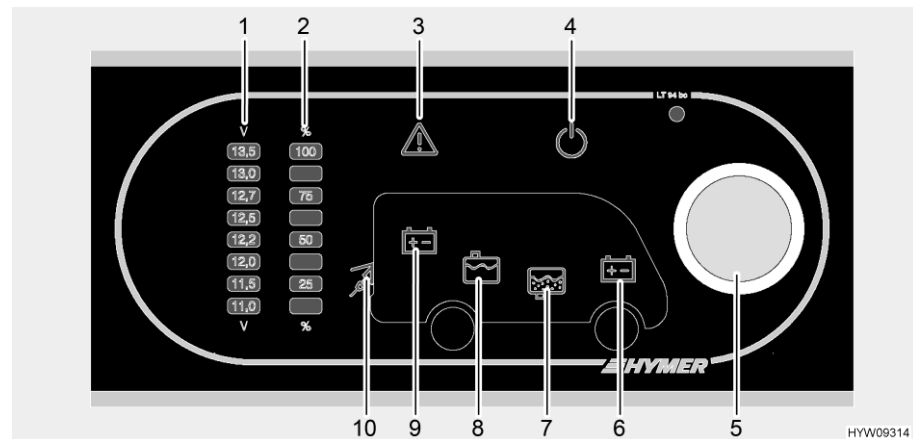

Bild 132 Panel (LT 94)
Der Drehtaster (Bild 132,5) schaltet das Panel und die 12-V-Versorgung des Wohnraums ein und aus.
Einschalten: ■ Den Drehtaster (Bild 132,5) drücken: Die 12-V-Versorgung des Wohnraums ist eingeschaltet. Die 12-V-Kontroll-Leuchte (Bild 132,4) leuchtet.
Ausschalten: ■ Den Drehtaster (Bild 132,5) drücken: Die 12-V-Versorgung des Wohnraums ist ausgeschaltet. Die 12-V-Kontroll-Leuchte (Bild 132,4) erlischt.
Über den Drehtaster (Bild 132,5) lässt sich sowohl die Spannung der Wohnraumbatterie als auch die Spannung der Starterbatterie abfragen. Die Spannung wird an der Anzeigeskala für Batteriespannung (Bild 132,1) angezeigt.
Anzeigen: ■ Drehtaster (Bild 132,5) drehen, bis das Symbol der Batterie leuchtet, deren Spannung abgefragt werden soll.
Spannung der Wohnraumbatterie wird angezeigt (Bild 132,9)
Spannung der Starterbatterie wird angezeigt (Bild 132,6)
- Spannung an der Anzeigeskala Batteriespannung (Bild 132,1) ablesen.
Über den Drehtaster (Bild 132,5) lässt sich sowohl der Füllstand des Wassertanks als auch der Füllstand des Abwassertanks abfragen. Der Füllstand wird an der Anzeigeskala Tankfüllstand (Bild 132,2) angezeigt.
- Drehtaster (Bild 132,5) drehen, bis das Symbol des Tanks leuchtet, dessen Füllstand abgefragt werden soll.
Füllstand des Wassertanks wird angezeigt (Bild 132,8)
Füllstand des Abwassertanks wird angezeigt (Bild 132,7)
- Füllstand an der Anzeigeskala Tankfüllstand (Bild 132,2) ablesen.
Die Warnleuchte Alarm (Bild 132,3) blinkt, sobald festgelegte Grenzwerte überschritten oder unterschritten werden.
Die Warnleuchte Alarm (Bild 132,3) blinkt, sobald die Spannung der Batterie 11 V unterschreitet. Wenn die 12-V-Versorgung eingeschaltet ist, leuchtet zusätzlich das entsprechende Batteriesymbol (Bild 132,6 oder 9), und die Anzeige "11,0" auf der Anzeigeskala Batteriespannung (Bild 132,1) blinkt. Tiefentladung droht.
Die Warnleuchte Alarm (Bild 132,3) blinkt und das entsprechende Tanksymbol (Bild 132,7 oder 8) leuchtet, sobald der Wassertank leer oder der Abwassertank voll ist.
Die 230-V-Kontroll-Leuchte (Bild 132,10) leuchtet, wenn am Eingang des Elektroblocks Netzspannung vorhanden ist.